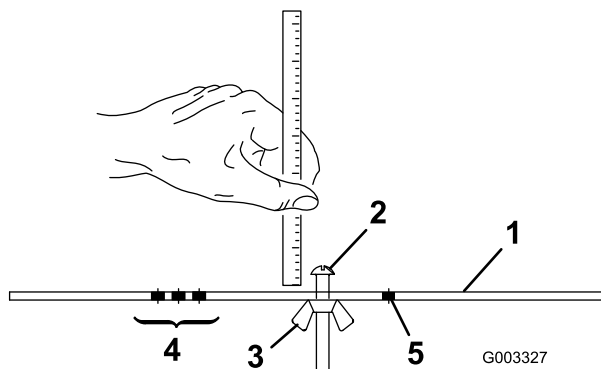

Рисунок 17
2. Ослабьте гайку на измерительной планке (Рисунок 17) и с помощью регулировочного винта установите необходимую высоту скашивания. Расстояние между нижней частью головки винта и лицевой поверхностью планки равно высоте скашивания.